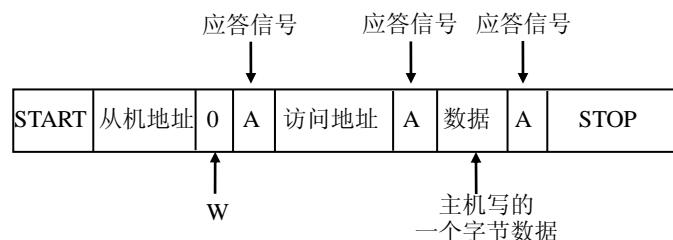

Figure 16-7 主机向从机写数据
如 Figure 16-7 所示，主机要向从机写 1 个字节数据时，主机首先产生 START 信号，然后紧跟着发送一个从机地址，这个地址共有 7 位，紧接着的第 8 位是数据方向位 (R/W)，0 表示主机发送数据 (写)，1 表示主机接收数据 (读)，这时候主机等待从机的应答信号 (A)，当主机收到应答信号时，发送要访问的地址，继续等待从机的应答信号，当主机收到应答信号时，发送 1 个字节的数据，继续等待从机的应答信号，当主机收到应答信号时，产生停止信号，结束传送过程。
如 Figure 16-7 所示，主机要从从机读 1 个字节数据时，主机首先产生 START 信号，然后紧跟着发送一个从机地址，注意此时该地址的第 8 位为 0，表明是向从机写命令，这时候主机等待从机的应答信号（A），当主机收到应答信号时，发送要访问的地址，继续等待从机的应答信号，当主机收到应答信号后，主机要改变通信模式（主机将由发送变为接收，从机将由接收变为发送）所以主机发送重新开始信号，然后紧跟着发送一个从机地址，注意此时该地址的第 8 位为 1，表明将主机设置成接收模式开始读取数据，这时候主机等待从机的应答信号，当主机收到应答信号时，就可以接收 1 个字节的数据，当接收完成后，主机发送非应答信号，表示不在接收数据，主机进而产生停止信号，结束传送过程。